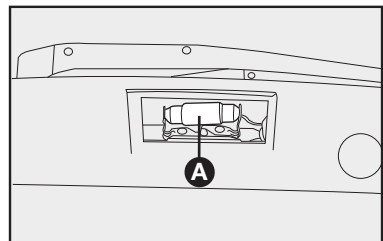

fig. 61
2) Retirar a lâmpada **A-fig. 61** de sua sede e substituí-la.